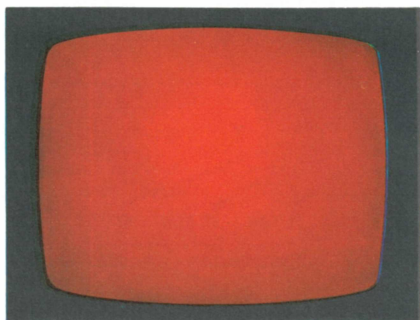
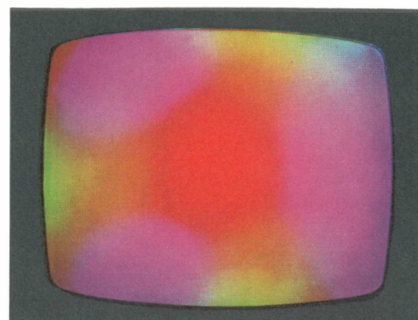
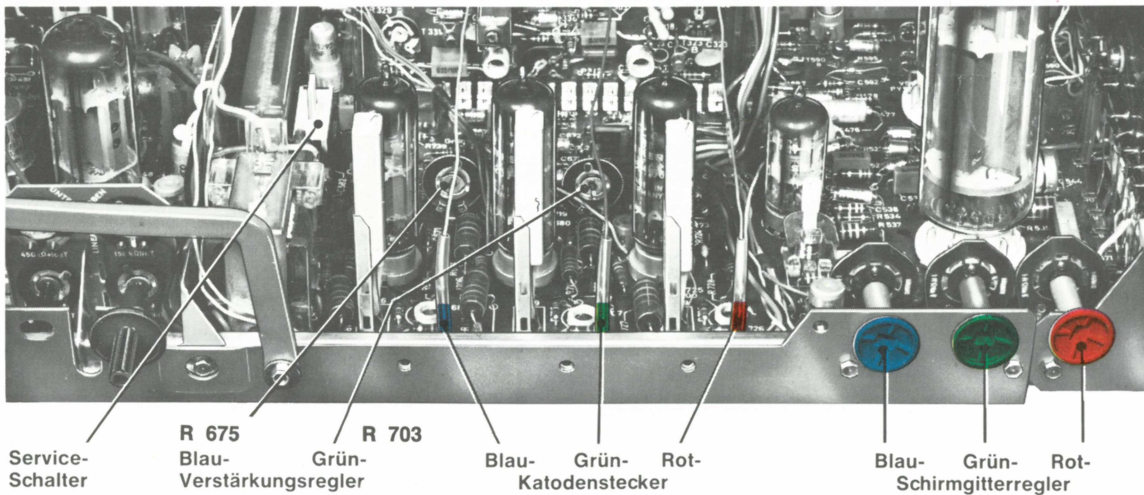

Fig. 4
Fig. 5
Fig. 7
3. Rot-Katodenstecker abziehen (Fig. 7). Bildschirm sollte dann gleichmäßig rot sein (Fig. 4). Ist Bildschirm ungleichmäßig rot oder farbfleckig (Fig. 5); so ist die Farbreinheit einzustellen.
2. Flügelmuttern am Ablenksystem (Fig. 2) lösen und Ablenksystem so weit auf dem Hals verschieben, bis ein roter Fleck erscheint (Fig. 5).
Mit blauem Schirmgitterregler (Fig. 7) Blau weg-drehen. Mit Rot- und Grün-Konvergenzmagneten (Fig. 3) Rot- und Grün-Linien in Bildschirmmitte zur Deckung bringen.
3. Rot-, Grün-, Blau-Schirmgitterregler (Fig. 7) auf Linksanschlag. Serviceschalter (Fig. 7) in Stellung „Service“ (nach vorn) bringen.
8. Sind helle Graustufen verfärbt, so ist die Einstellung der Regler „Grün-Verstärkung“ und „Blau-Verstärkung“ (Fig. 7) zu berichtigen. Sie sollen etwa in Mittelstellung stehen.